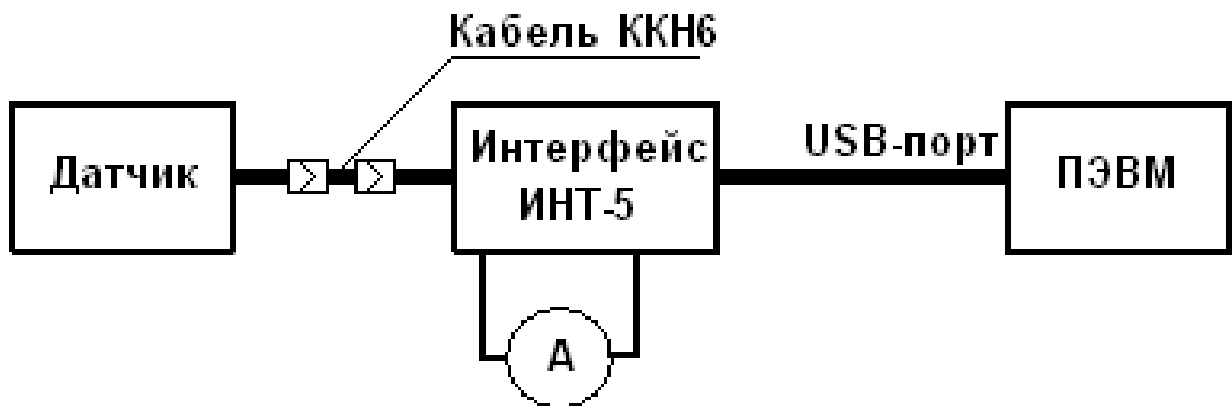

Рис. 5. Схема подключения датчика для калибровки.
12.3.1. Выполнить подготовительные работы. Подключить датчик к ПЭВМ через интерфейс ИНТ-5, а также амперметр как показано на рис. 5.